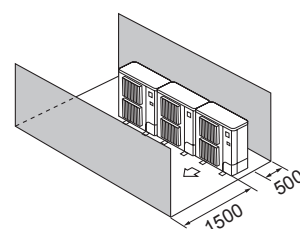

Fig. 2-15
- ④ Kliūtys tik priekyje ir gale (Fig. 2-15)